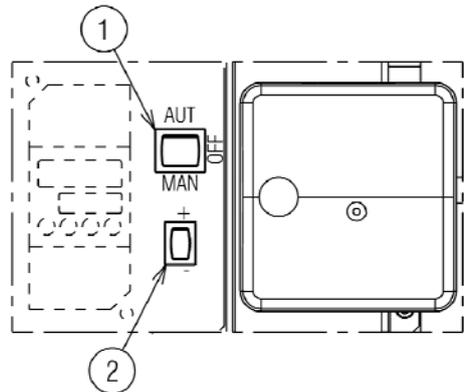
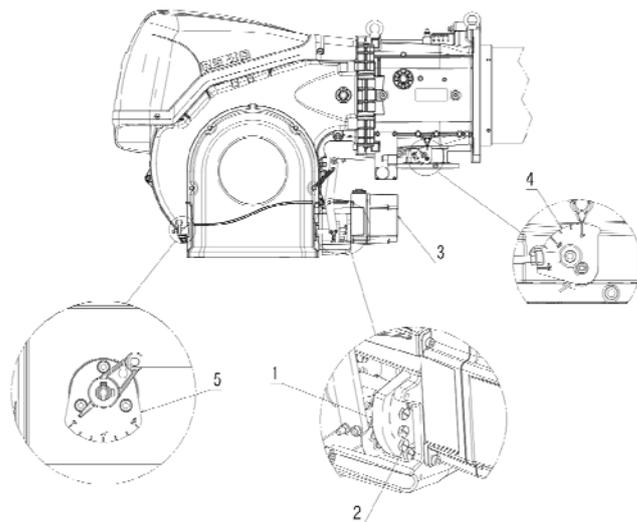
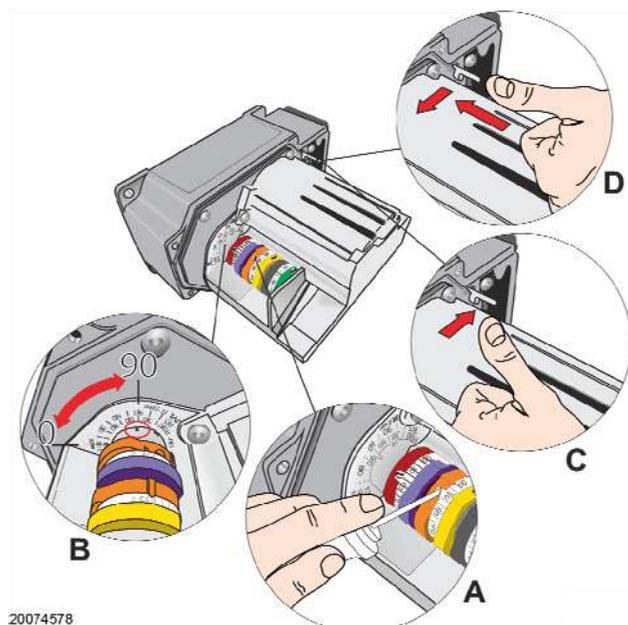

Рис. 29
Рис. 31
Рис. 32
В предыдущем описании мы оставили горелку после розжига, работающей на минимальной мощности. Теперь нажмите кнопку (2) (рисунок 29 стр. 28) в положение «увеличение мощности» и удерживайте ее нажатой до тех пор, пока серводвигатель не откроет воздушную заслонку и дроссельный клапан газа.
Регулировка воздуха осуществляется путём изменения угла кулачка I (рис. 28 на стр.27) и с помощью переключателя (2) (Рис. 29 на стр. 28). Регулировка кулачка сервопривода показана на Рисунке 32 (A).
Обозначения (Рис. 31)
Нажмите кнопку (2) (рисунок 29, стр. 28), «уменьшение мощности», и удерживайте ее нажатой до тех пор, пока серводвигатель (Рис. 32 В) не встанет в положение заводской настройки: см. Таблицу L на странице 27, последовательно отрегулируйте воздушную заслонку (5) и дроссельную заслонку газа (4) (Рис. 31 на стр. 29).
Постепенно меняйте начальный профиль механического кулачка (1) (Рис. 31 на стр. 29), поворачивая винты (2).
Регулировка воздуха осуществляется путём изменения угла кулачка III (рис. 28 на стр. 27) и с помощью переключателя (2) (Рис. 29 на стр. 28). Регулировка кулачка сервопривода показана на Рисунке 32 (А).
После настройки максимальной и минимальной мощности горелки необходимо настроить расход газа в нескольких промежуточных положениях сервопривода. Для перехода из одного положения к следующему удерживайте нажатой кнопку (2) на символе (+) или на символе (-) (Рис. 29 на стр. 28). Чуть-чуть нажмите кнопку «увеличение мощности» (2) (рис. 29), серводвигатель должен повернуться примерно на 20°, смотрите на градуированный указатель сервопривода (Рис. 32) (В) и градуированный указатель воздушных заслонок (5) (Рис. 31 на стр. 29).
Закручивайте или откручивайте соответствующий винт (2) механического кулачка (Рис. 31 на стр. 29), чтобы увеличить либо уменьшить расход газа и сделать его соответствующим расходу воздуха, так как только таким образом можно добиться оптимального горения.
Погасите горелку с помощью выключателя (1) (Рис. 29), положение OFF, расцепите кулачок-лекало (I) (Рис. 31) и шестерни серводвигателя, для этого нажмите и переведите вниз кнопку (3) (Рис. 32 - D), затем вручную поверните несколько раз вперед и назад кулачок (I) (Рис. 31), убедившись в том, что он поворачивается мягко и не заедает.
Снова сцепите кулачок (I) (Рис. 31) и серводвигатель, сместив вверх кнопку (2) (Рис. 32 - C).